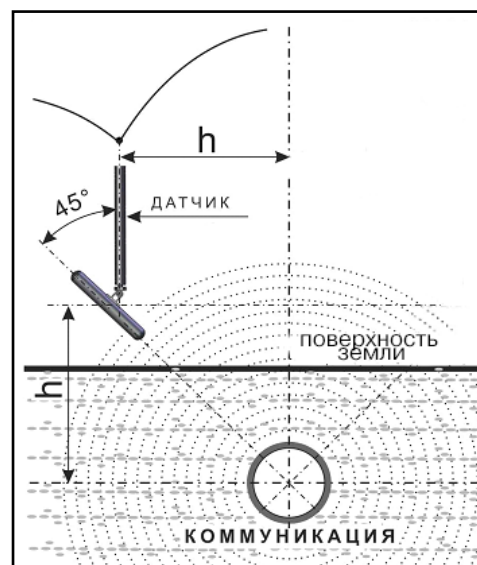

Рис. 8.1
2. При положении антенны ЭМД перпендикулярном трассе и под углом  $45^\circ$  к поверхности земли, минимум сигнала наблюдается на удалении от точки «над трассой», равном глубине залегания коммуникации, когда ось антенны пересекает ось трассы. Это косвенный метод измерения глубины залегания коммуникации (рис. 8.1).